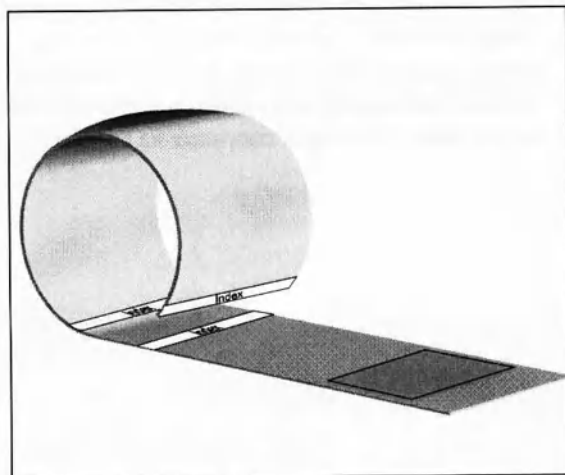

Рис. 4-2. Наложение манжеты
- после наложения манжеты белая пунктирная линия на ее краю располагается между двумя пунктирными линиями **Index** (в противном случае выберите манжету другого размера; см. рис. 4-2);